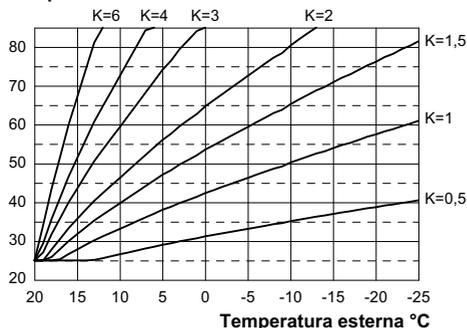
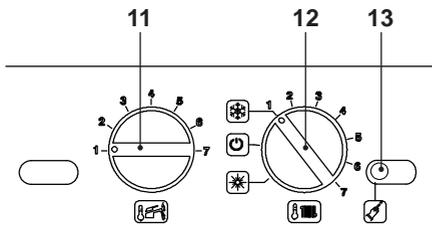

Fig. 5.34
Fig. 5.35
Il coefficiente K è un parametro che innalza o abbassa la temperatura di mandata caldaia al variare della temperatura esterna. Quando si installa la sonda esterna bisogna impostare questo parametro in base al rendimento dell'impianto di riscaldamento per ottimizzare la temperatura di mandata (Fig. 5.34). Es. Per avere una temperatura di mandata all'impianto di riscaldamento di 60°C con una esterna di -5°C si deve settare un K di 1,5 (linea tratteggiata in Fig. 5.34).
in Fig. 5.35.
- Per settare il coefficiente K, determinato dalla Fig. 5.34 bisogna entrare in programmazione premendo per 15 secondi il pulsante di ripristino 13, in Fig. 5.35 fino alla comparsa del parametro P01 sul display LCD; sul display LCD compare la seguente visualizzazione (la sequenza P01 si alterna a ---).
- Premere il pulsante di ripristino 13, in Fig. 5.35, per lo scorrimento dei vari parametri sino al raggiungimento del parametro P15 valido per il settaggio del coefficiente K; sul display LCD compare a seguente visualizzazione (la sequenza P15 si alterna a 00).
ad un massimo di **255** in base alla curva scelta del coefficiente K in Fig. 5.34.